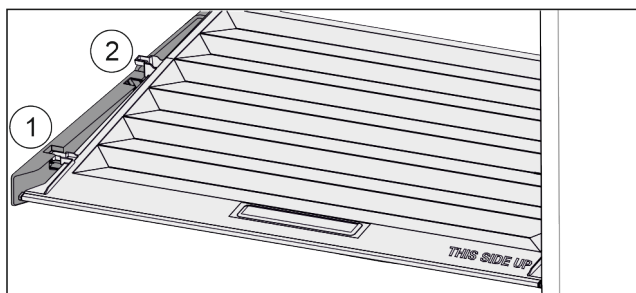

Fig. 35
- ▶ Потянуть крышку до отверстия в поддерживающих деталях вперед Fig. 35 (1).
- ▶ Поднять сзади снизу и извлечь Fig. 35 (2) движением вверх.